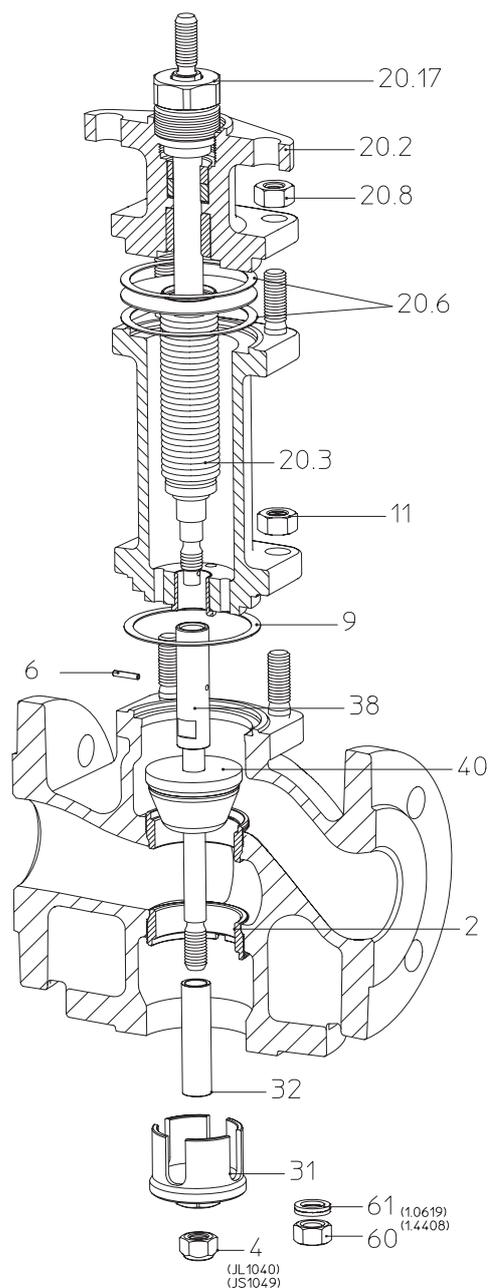
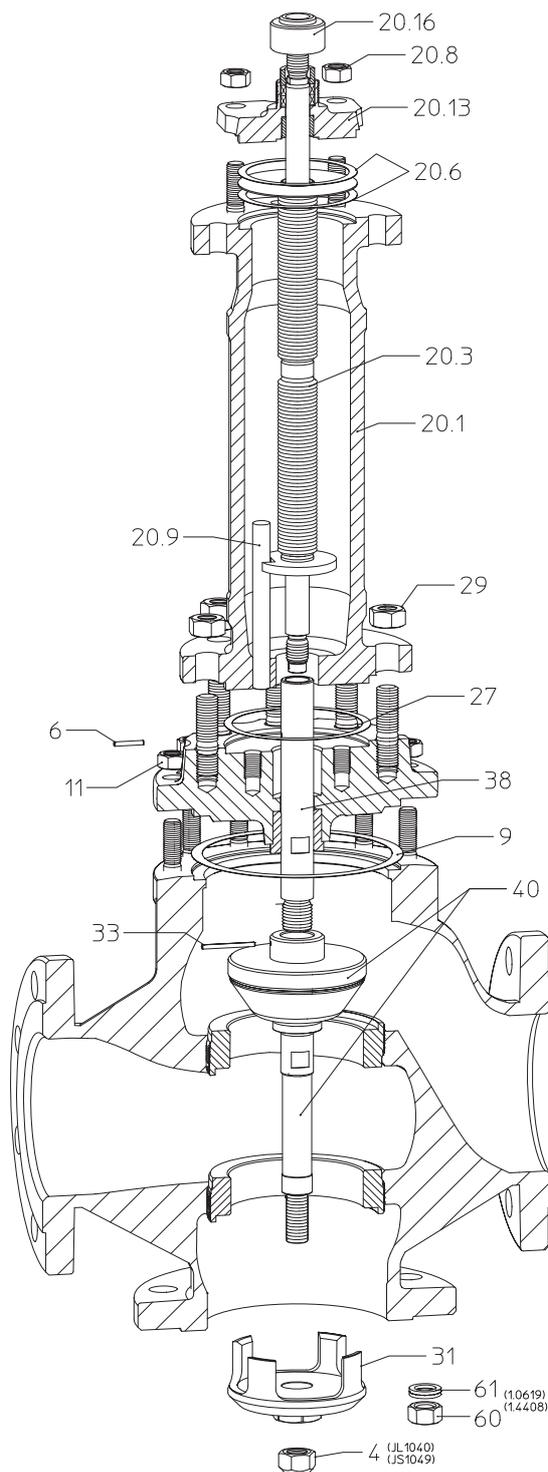

Bild 18:
Bild 19:
- Unteren Sitzring (Pos. 2) herausschrauben (Punkt 7.2 beachten) - bei Verteilkegelausführung (Bild 18, Bild 19) nicht nötig.